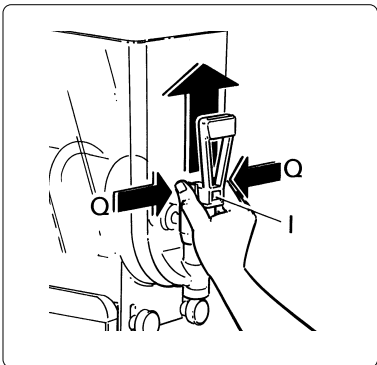

Fig. 12
- empujar simultáneamente sobre las dos aletas de bloqueo (Q) y elevar el grifo (I) para extraerlo (ver fig. 12).